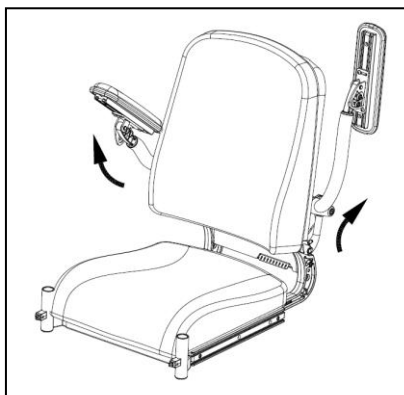

Abb. 6.3
1. Klappen Sie die Armlehnen nach hinten hoch (Abb. 6.3).